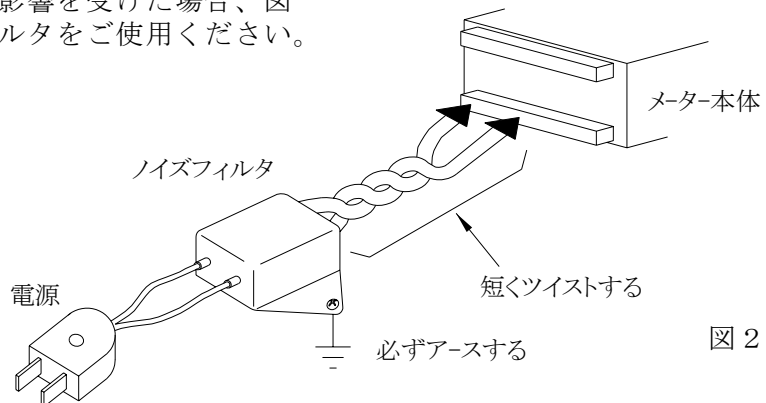

図24
- (1) 電源は動力線と直接共用しないでください。動力線を使用する場合は絶縁トランスを入れて2次側を使用してください。（絶縁トランスPT-93を用意しています。）
- (2) センサコードに3芯シールド線を使用し、ノイズの発生源からできるだけ離して配線してください。
- (3) センサコードをできるだけ短くし、動力線やインバータなどのノイズの発生源をさけて、極力雑音を拾わない経路に配管して布設してください。
- (4) 機械のGNDアースコードには、非常にノイズが多く含まれている場合がありますので、メータのGNDに接続させない方が良い場合もあります（メータを完全に機械から絶縁状態）。
- (5) 電源ラインよりノイズの影響を受けた場合、図24のようにノイズフィルタをご使用ください。